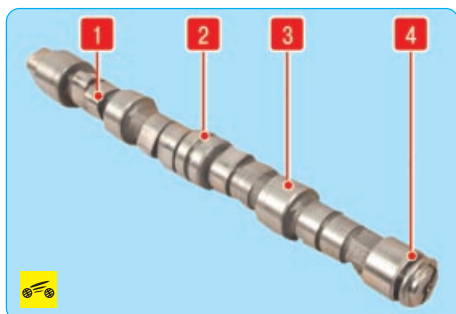

Рис. 5.12. Распределительный вал: 1 – кулачок; 2 – канал для подвода масла; 3 – опорная шейка; 4 – проточка под упорный фланец
12. Осмотрите распределительный вал. Поверхности опорных шеек 3 (рис. 5.12) и кулачков 1 должны быть хорошо отполированы, без повреждений, а в проточке 4 под упорный фланец не должно быть следов чрезмерного износа и забоин. На рабочих поверхностях шеек 3 не допускаются задиры, забоины, царапины, наволакивание алюминия от гнезд подшипников в головке блока. Если на рабочих поверхностях кулачков 1 обнаружены следы заедания, перегрева, глубокие риски или износ в виде огранки, а также равномерный износ свыше 0,5 мм, замените вал. Тщательно очистите от отложений канал 2 для подвода масла в средней опорной шейке.
12. Осмотрите распределительный вал. Поверхности опорных шеек 3 (см. рис. 5.12) и кулачков 1 должны быть хорошо отполированы и без повреждений, а в проточке 4 под упорный фланец не должно быть следов чрезмерного износа и забоин. На рабочих поверхностях шеек 3 не допускаются задиры, забоины, царапины, наволакивание алюминия от гнезд подшипников в головке блока. Если на рабочих поверхностях кулачков 1 обнаружены следы заедания, перегрева, глубокие риски или износ в виде огранки, а также равномерный износ свыше 0,5 мм, замените вал. Тщательно очистите от отложений канал 2 для подвода масла в средней опорной шейке.